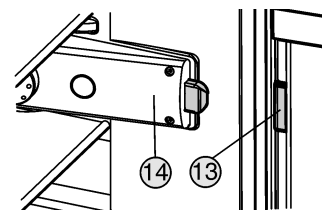

Fig. 8
Переключающий кулачок Fig. 8 (13) должен находиться на стороне корпуса светильника Fig. 8 (14).